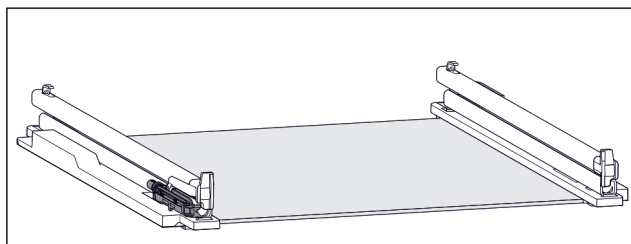

Fig. 99 Tlumič jednotka
- K levé kolejničce je připevněna tlumič jednotka. (viz Fig. 99)